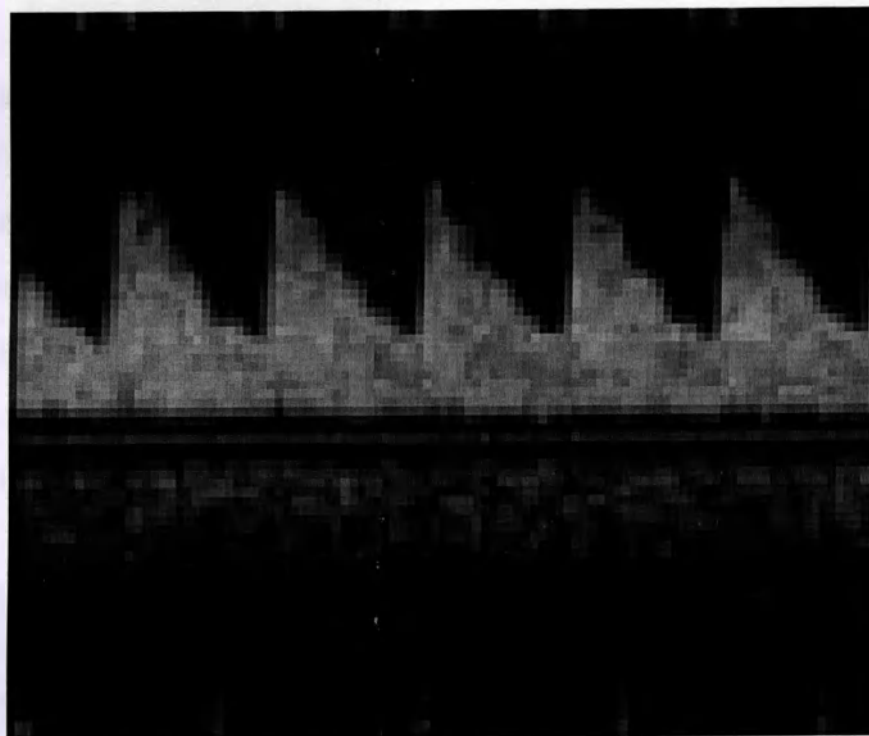

Рисунок 2.13 - D-изображение
2.4.11. В D-режиме на экране монитора отображается изменение спектра доплеровских частот во времени, при этом спектр доплеровских частот отображается в виде двумерного графика, у которого по вертикали проходит ось частот, а по горизонтали – ось времени, а амплитуда каждой спектральной составляющей задается яркостью свечения или цветом (см. рисунок 2.13).